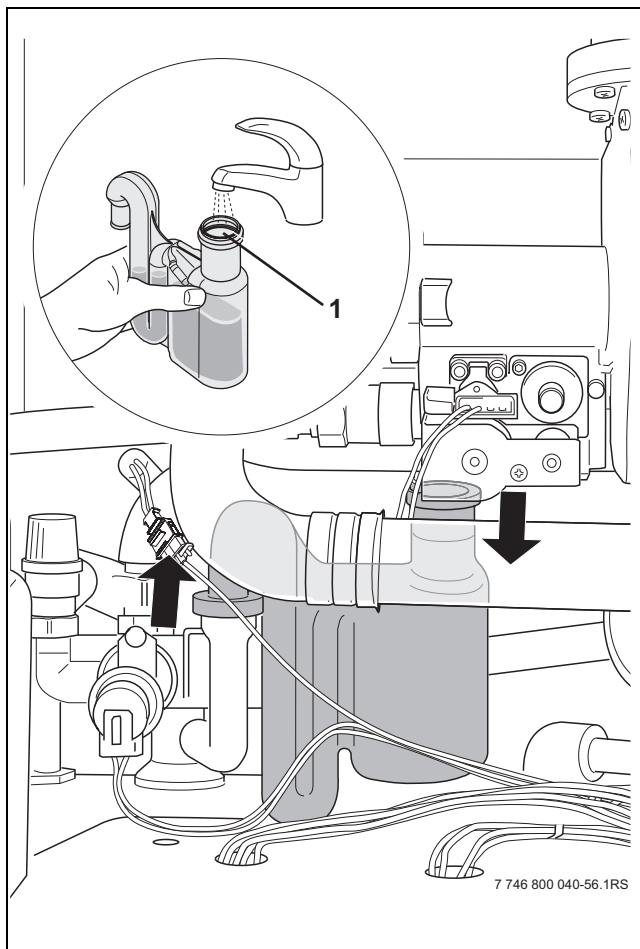

Fig. 74 Sifon reinigen
- Controleer de afdichting (fig. 74, **pos. 1**) op beschadiging en vervang deze indien noodzakelijk.